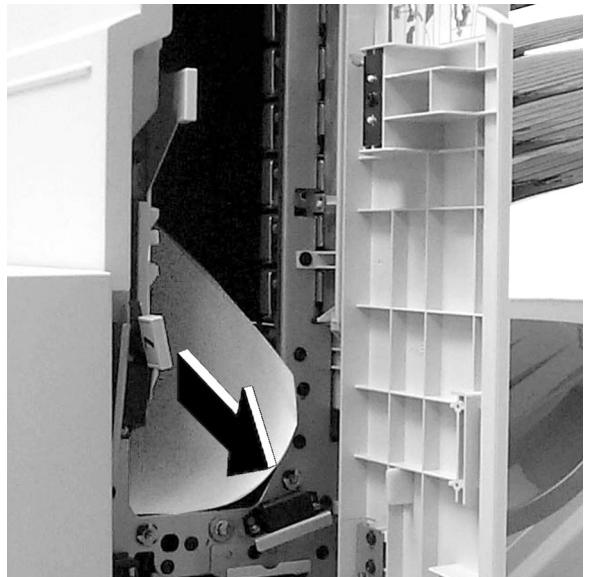

Figura 15: Retirar papel da Área 7
- 3** Retire o papel encravado (Figura 15).